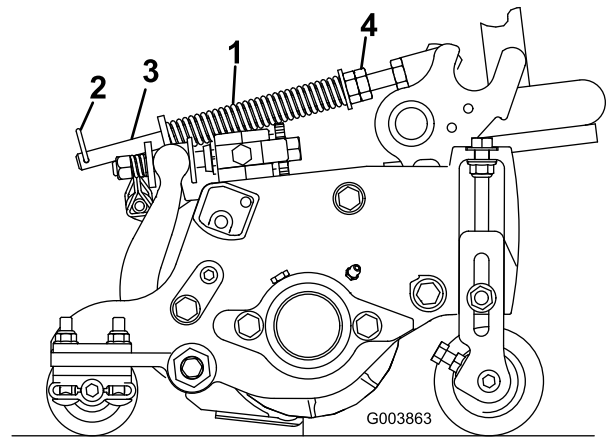

Figura 15
2. Apriete las tuercas hexagonales del extremo delantero de la varilla del muelle hasta que la longitud comprimida del muelle sea de 12,7 cm en el Reelmaster 5410, con unidades de corte de 5 pulgadas, o de 15,9 cm en el Reelmaster 5510, con unidades de corte de 7 pulgadas (Figura 15).
El muelle de compensación del césped (Figura 15) transfiere peso del rodillo delantero al trasero. (Esto ayuda a reducir el patrón de ondulación en el césped.)
1. Asegúrese de que el pasador de horquilla está instalado en el taladro del extremo de la varilla (Figura 15).